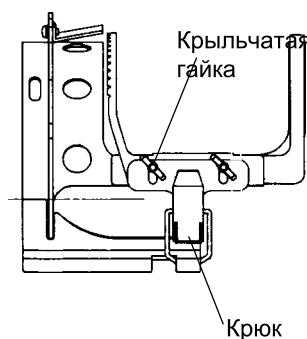

Fig. 3
3. Отрегулируйте верхнее и нижнее положение крючка в соответствии с толщиной головного убора, чтобы отрегулировать натяжение изделия. В этот момент крючок должен свободно открываться и закрываться без особого сопротивления. (Для регулировки, обратитесь к шагу 5, ниже). Для регулировки используйте крыльчатые гайки. (Рис. 3)